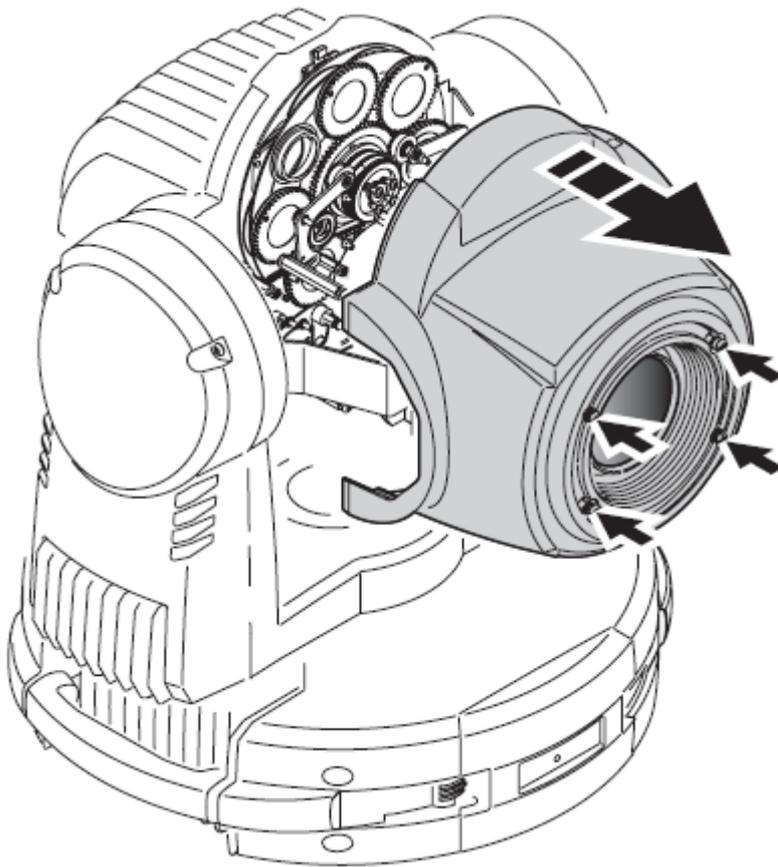

Рис.17.Извлечение передней
2. См. рис.17 Снимите четвертьоборотные винты с передней крышки. Аккуратно потяните крышку на себя, отсоедините страховочный трос и снимите крышку.